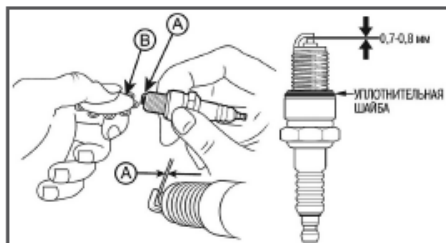

Рис. 28. Зазор между электродами свечи зажигания
4. Измерьте зазор А между электродами свечи зажигания специальным щупом В (Рис. 28). Зазор должен быть $0,7-0,8$ мм (Рис. 28). При увеличении или уменьшении требуемого зазора, рекомендуется заменить свечу, так как регулировка зазора может привести к изменению качества искрообразования.